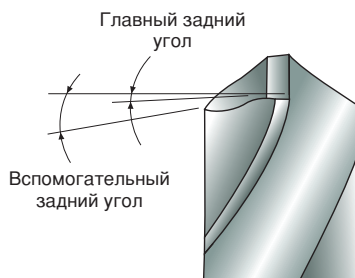

Рис. 9
- ③ Сформировать главный задний угол и вспомогательный задний угол (см. Рисунок 9)